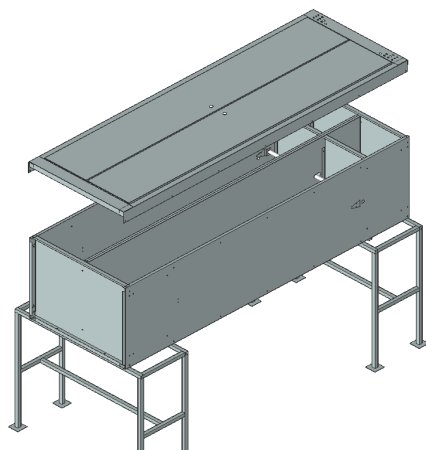

Рис. 8
6. Установить панель лицевую. Склепать с боковинами. ( рис. 8)